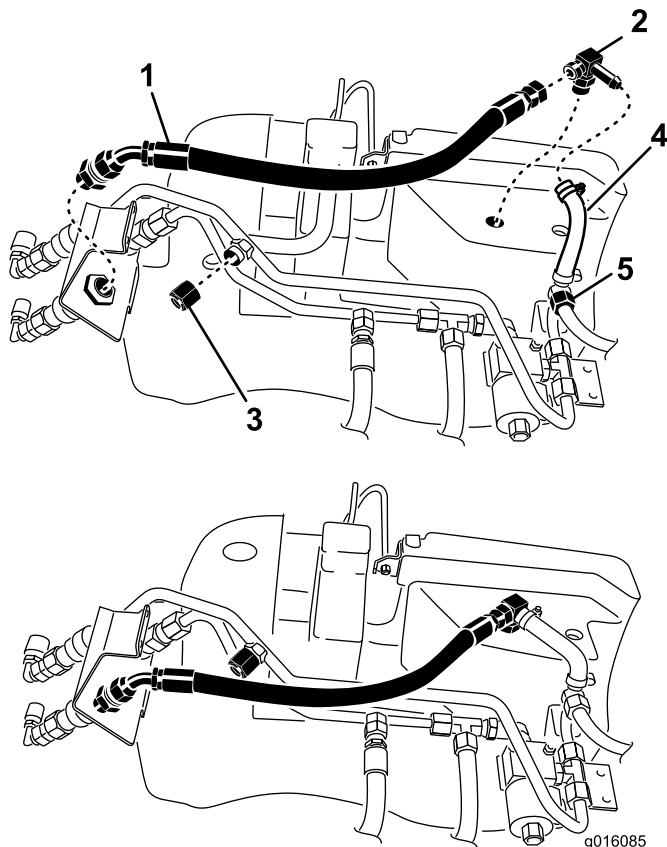

図 9
- 新しい小さい T 字フィッティングを油圧オイルタンクに取り付ける。フィッティングは 図 9 のように組み付ける。
- 先ほど取り外したクランプを使って、新しい小さい細いモールドタイプのホースを新しい T 字フィッティングと細い油圧チューブに接続する（図 9）。
- 油圧ラインのポートに油圧キャップを取り付ける（図 9）。
- 新しい油圧ホースをカップラフィッティングと小さい T 字フィッティングに仮づける（図 9）。